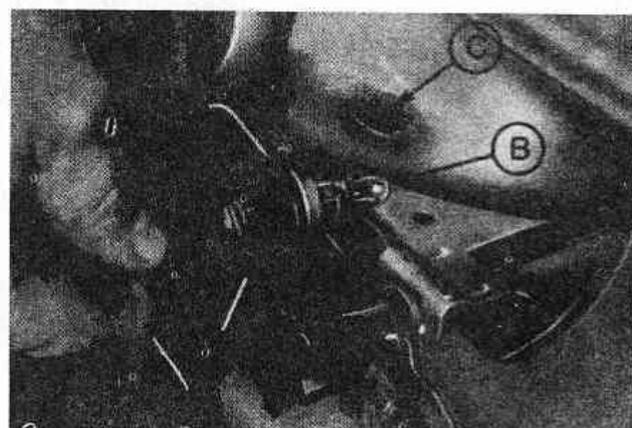

Рис.10.17. Лампа подфарника (B), патрон (A) и установочное отверстие (C)
2. Отсоедините лампу подфарника от блок-фары, повернув ее против часовой стрелки и вынув из отверстия (Рис.10.17). Выньте лампу из патрона.